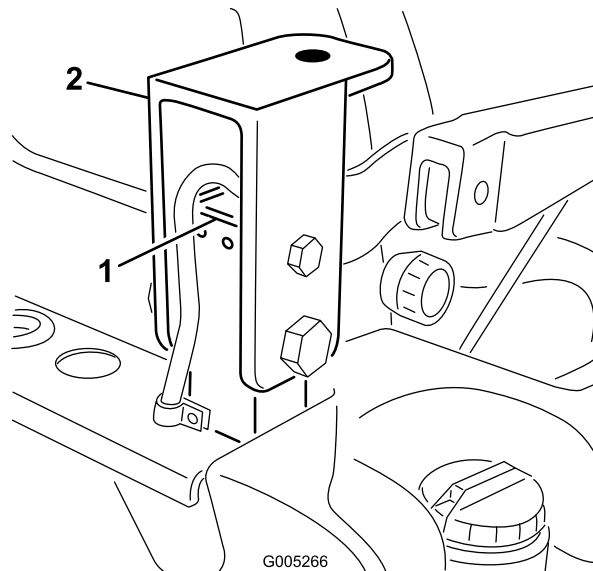

Figura 93
4. Montate senza serrare un supporto di montaggio della cabina su ciascun montante del ROPS con 2 bulloni (1/2 x 3 poll.), 2 dadi (1/2 poll.), 2 bulloni (3/4 x 3-1/2 poll.) e 2 dadi (3/4 poll.) (Figura 93).